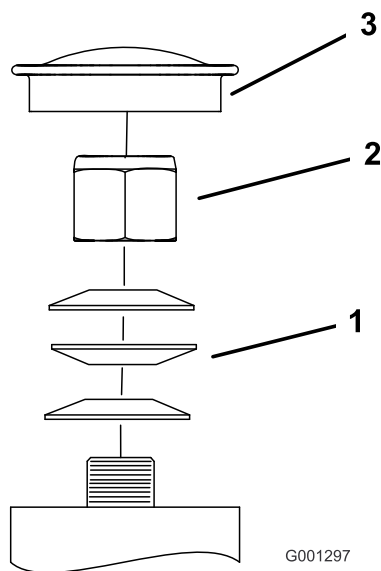

Figure 50
3. Retirez le capuchon anti-poussière de la roue pivotante et serrez le contre-écrou (Figure 50).
4. Continuez de serrer le contre-écrou jusqu'à ce que les rondelles élastiques soient aplaties, puis desserrez-le de 1/4 de tour pour obtenir la précharge correcte des roulements (Figure 50).
Important: Veillez à placer les rondelles comme illustré (Figure 50).
5. Remettez le capuchon anti-poussière en place (Figure 50).